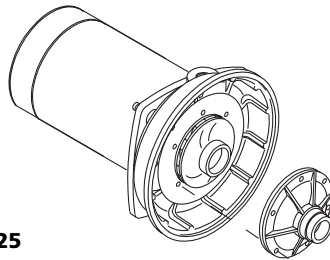

Figura 25
1. Extraiga los cinco tornillos que sujetan el difusor en la placa de estanqueidad; retire el difusor (véase la Figura 25). El impulsor queda así expuesto y se puede limpiar.